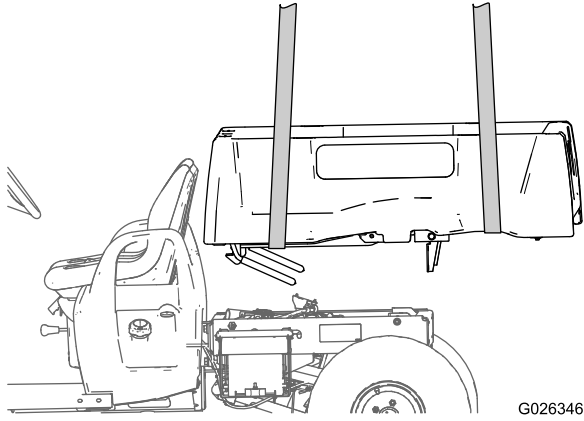

Figura 20
2. Utilizzando l'attrezzatura di sollevamento, sollevate il pianale e posizionate sul telaio della macchina, in modo che il gruppo della staffa orientabile sia allineato sul canale del telaio posteriore (Figura 20).